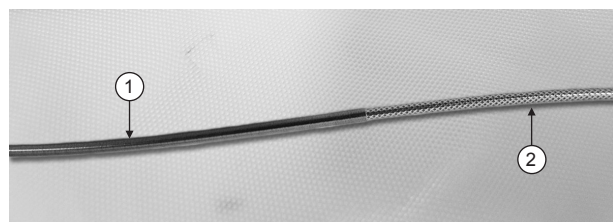

Figure 3. Gaine extérieure rétractable en argent et gaine d'isolation dorée
- Remarque :** Vous pouvez soutenir le système de pose et le placer délicatement au niveau de la gaine d'isolation dorée (1) avec l'autre main. Ne pas resserrer la gaine extérieure en argent (2) pendant le déploiement. Voir la **Figure 3**.